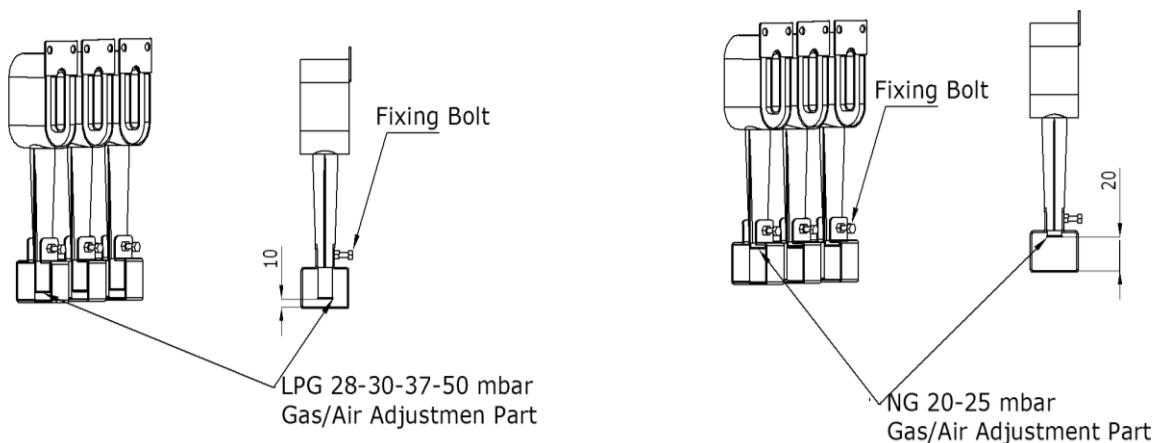

Figure 1
- 2. Remplacez l'injecteur (3) par un nouvel adapté au type de gaz.
- 3. Réglez la flamme pilote (1) en tournant l'écrou de boulon (2).
- L'espace de réglage du venturi (tube gaz/air) doit être de 10 mm pour le type de gaz GPL, de 20 mm pour le type de gaz GN. (Fig. 1)